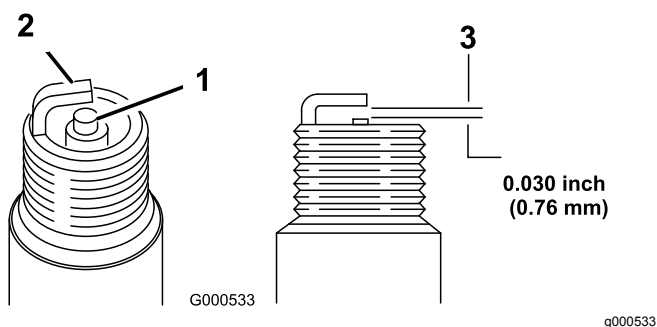

Figura 30
5. Ajuste la distancia entre los electrodos a 0,76 mm; consulte Figura 30.